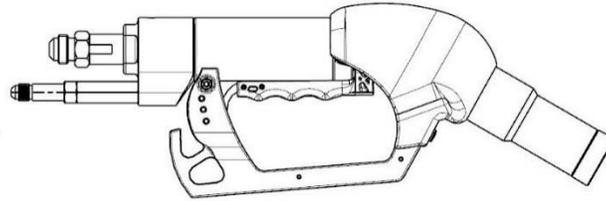

Abbildung 3 – Hebel in der ON / AN Position
3. Ziehen Sie den Düsenhebel, bis die Verriegelung in der ON / AN Position einrastet (Abbildung 3 einrastet). Es wird ein akustisches "KLICKEN" zu hören sein.